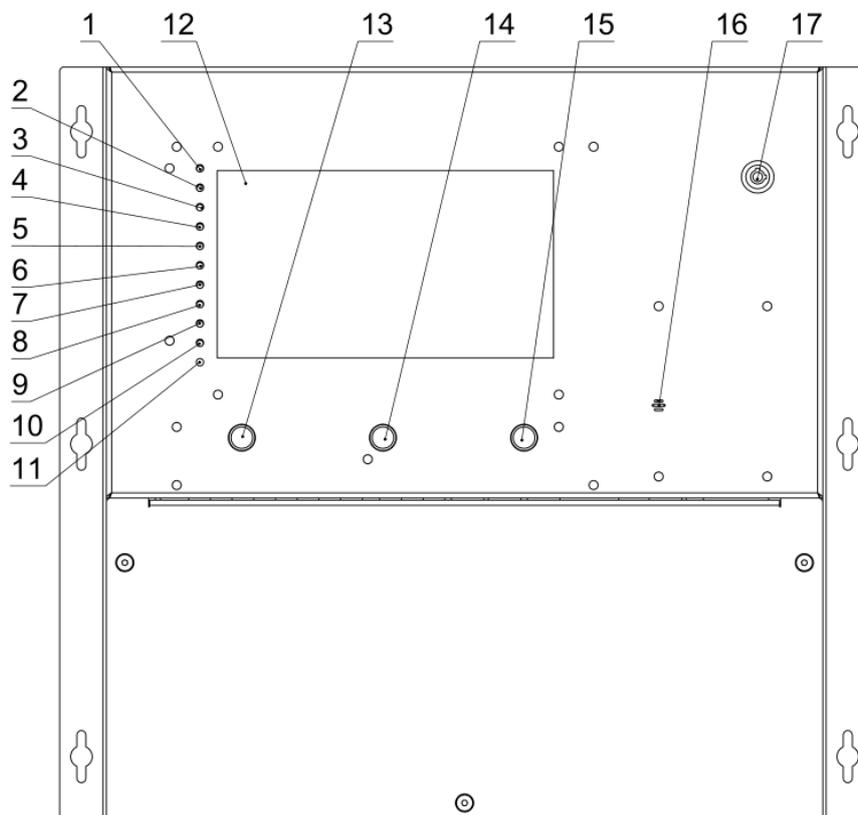

Рисунок 1 - Корпус, вид спереди
4. Другие значения сопротивления линии связи воспринимаются прибором как авария линии связи с ППКП. На передней панели модуля зажигаются индикаторы «НЕИСПРАВНОСТЬ», соответствующие номеру неисправных линии связи с ППКП и индикатор «НЕИСПРАВНОСТЬ» (рис. 1, поз. 5, 28). Прибор выключает реле на выходе «Неиспр.» и периодически издает звук зуммера.